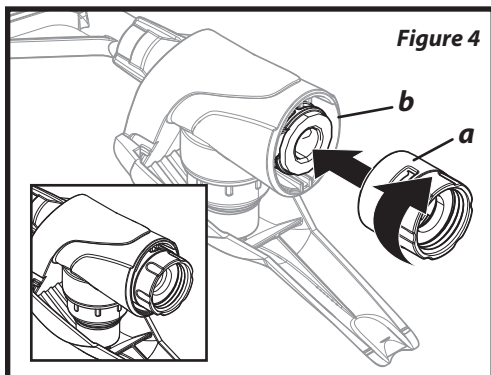

Figure 4
2. Thread the cleaning adapter (a) into the rear of the trigger housing (b) (figure 4).
2. Vissez l'adaptateur de nettoyage (a) dans l'arrière du boîtier de la détente (b) (figure 4).